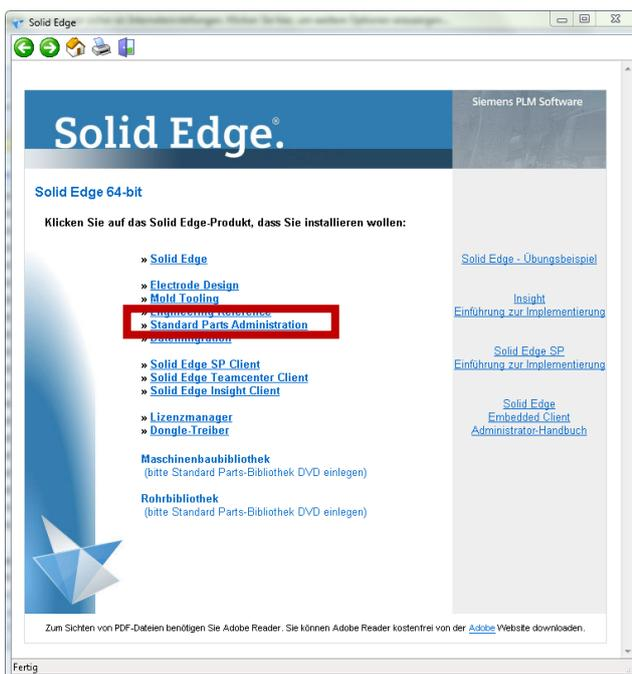

Abbildung 1
1. Starten Sie die Installation des Standard Parts Administrator über das Autostart-Menü der Solid Edge Product DVD (*Abb. 1*)